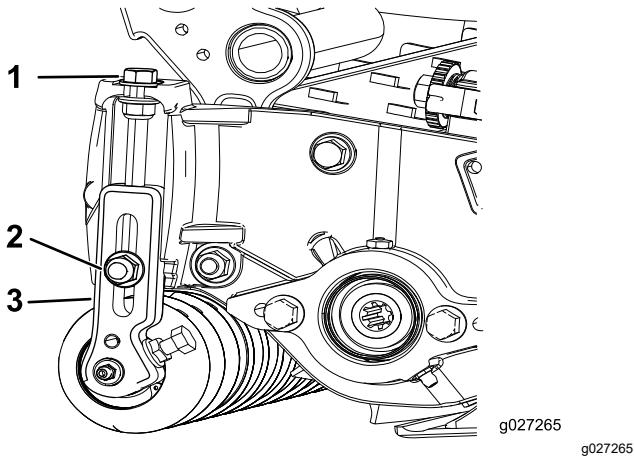

Bild 15
1. Lösen Sie die Sicherungsmuttern, mit denen die Schnitthöhenhalterungen an den Seitenplatten des Mähwerks befestigt sind (**Bild 15**).